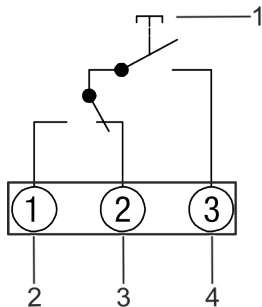

Abb. 4: Anschlussplan
- Die Anschlussleitungen anhand des Anschlussplans (Abb. 4) in die entsprechende Klemme einführen und festdrehen.
6. Die Anschlussleitungen anhand des Anschlussplans (Abb. 4) in die entsprechende Klemme einführen und festdrehen.